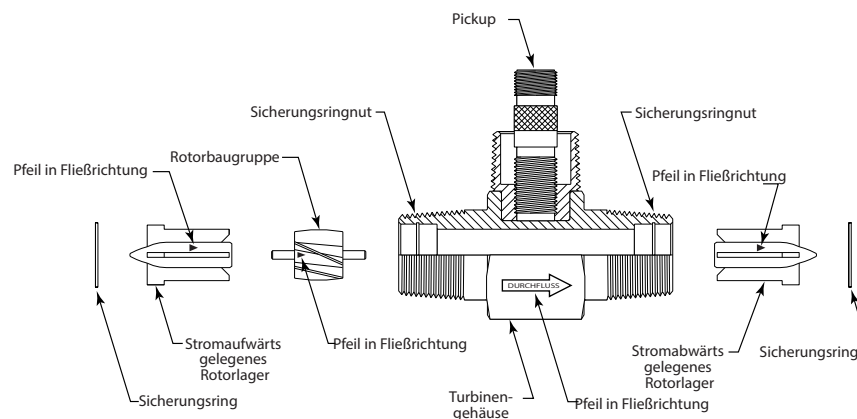
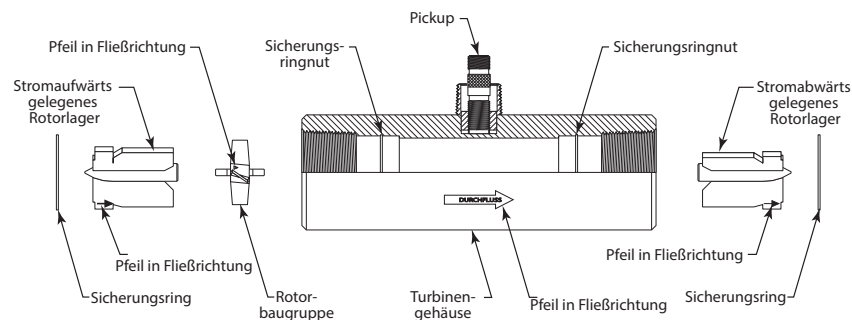
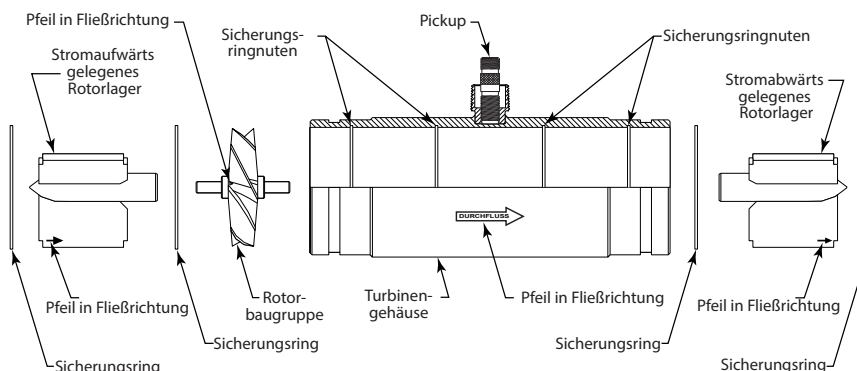

Abbildung 7: Komponenten-Einbaulage B110-375 bis B111-115 und B111-121
Abbildung 8: Komponenten-Einbaulage B111-120 und B111-130
Abbildung 9: Komponenten-Einbaulage B111-140 und B111-200
1. Siehe *Abbildung 7*, *Abbildung 8* und *Abbildung 9* für die relativen Positionen der Komponenten des Reparaturkits zueinander.
**HINWEIS:** Messgeräte der Größe 4" und größer besitzen zwei Sicherungsringe (einer auf jeder Seite des Rotors), die vor dem Ausbau des Rotors entfernt werden müssen (siehe *Abbildung 9*).
Vor dem Einbau darauf achten, dass auf jeder Komponente ein Pfeil eingegossen oder graviert ist. Der Pfeil zeigt in die primäre Flussrichtung. Beim Zusammenbau müssen die Pfeilspitzen in Flussrichtung zeigen. Die Pfeile müssen bei beiden Rotorlagern auch nach oben zeigen. Nach oben bedeutet in Richtung der Magnetsensorseite des Gehäuses. In der Position nach oben ist die Leistung des Reparaturkits am besten. Der Wiedereinbau des Reparaturkits in der Position nach oben gewährleistet weiter kontinuierlich präzise Messungen. Abbildung 7, Abbildung 8 und Abbildung 9 zeigen die richtige Ausrichtung der Reparaturkits.
**HINWEIS:** Messgeräte der Größe 4" und größer besitzen an beiden Enden des Rotors Sicherungsringe (siehe Abbildung 9).